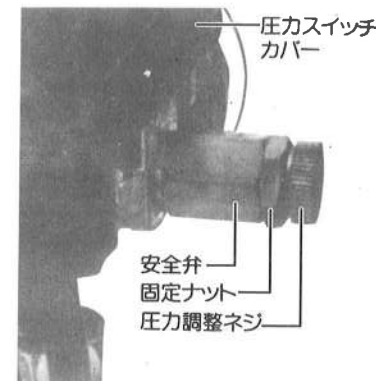

図11
- 安全弁は最高圧力0.78MPa(8kgf-cm²)に設定してあります。この安全弁は万一、圧力スイッチが正常に作動しないでタンク内の圧力が0.78MPa(8kgf-cm²)になったとき、安全弁が作動してタンク内の圧力を下げる装置です。通常の作業においては調整する必要はありません。(図11参照)